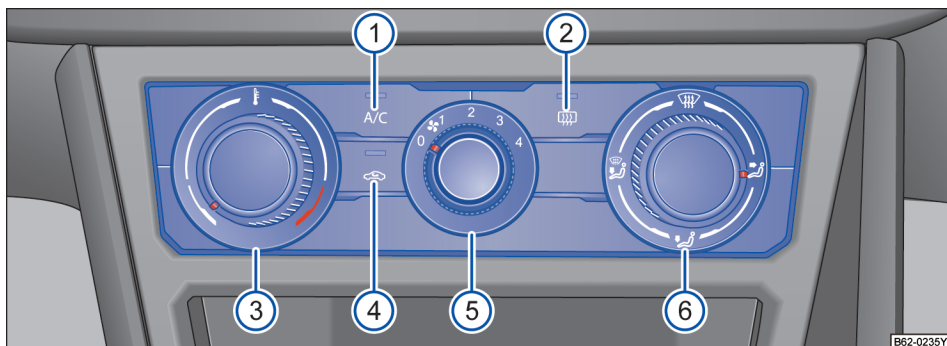

图 78 中控台上：电子手动空调的操作元件
- 按压按钮  → 图 78 ④，即可打开或关闭空气内循环模式。如果此按钮中的指示灯亮起，说明其处于打开状态。